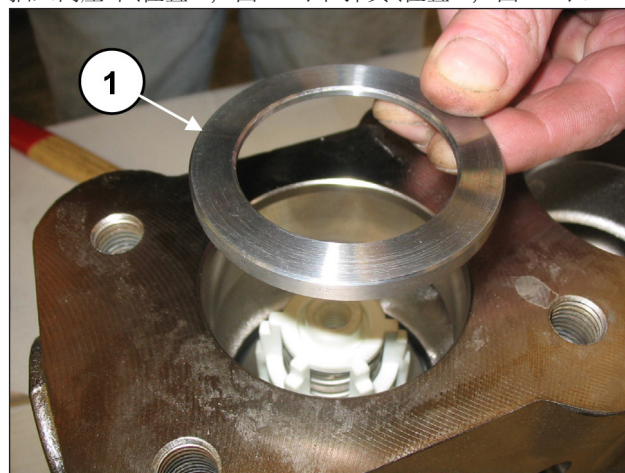
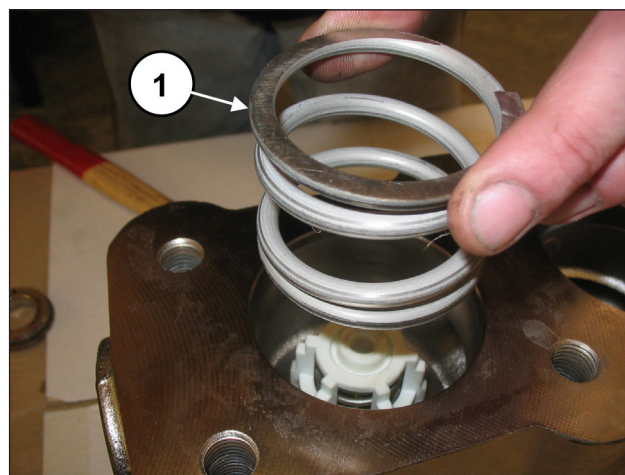

图 112
图 113
插入阀座环 (位置①, 图 112) 和弹簧 (位置①, 图 113)。